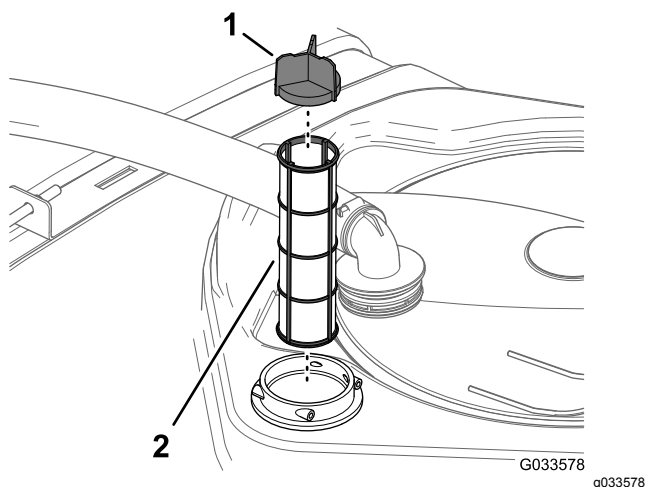

Рисунок 54
4. Извлеките старый фильтр линии всасывания из его корпуса в баке (Рисунок 54).